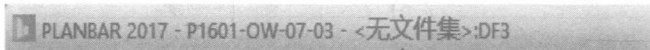

图 2-18
(1) 【标题栏】: 在【标题栏】(图 2-18)中提示目前所在的项目, 建筑结构/制图结构, 制图文件信息。